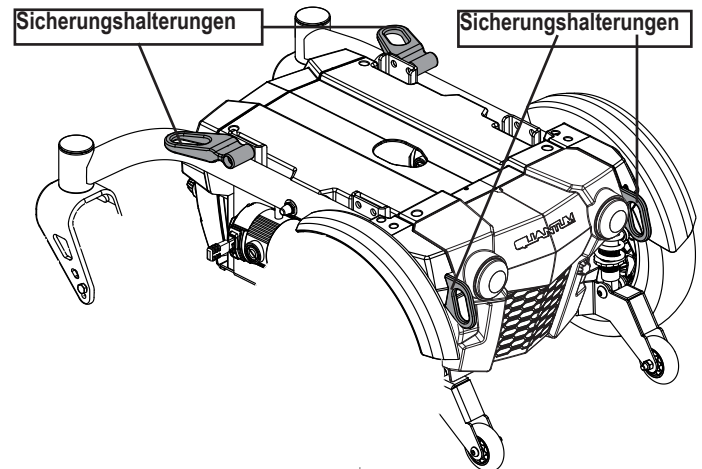

Bild 8. Transport System Sicherungshalterungen
Falls Ihr Elektrorollstuhl mit einem Transport Sicherungs System ausgestattet ist, hat er fabrikinstallierte Sicherungshalterungen und Verankerungen für Positioniergürtel sowohl vorne als auch hinten. **Siehe Bild 8.** Für mehr Informationen über die Nutzung Ihres Transport Sicherungs Systems, schlagen Sie in der mitgelieferte Beilage nach.
- Befestigen Sie die vier Sicherheitsgurte an den vorgesehenen Sicherungspunkten. Siehe Bild 8 und 9. Ziehen Sie die Sicherheitsgurte fest, so dass sie gut gestrafft sind.